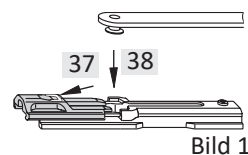

Bild 1
37. Aushebesicherung des Anschlages (429) zurückschieben (Bild 1).
38. Fasenkopfniet der Kippflügelschere ALU (427) in die vorgesehene Führung einlegen (Bild 1).